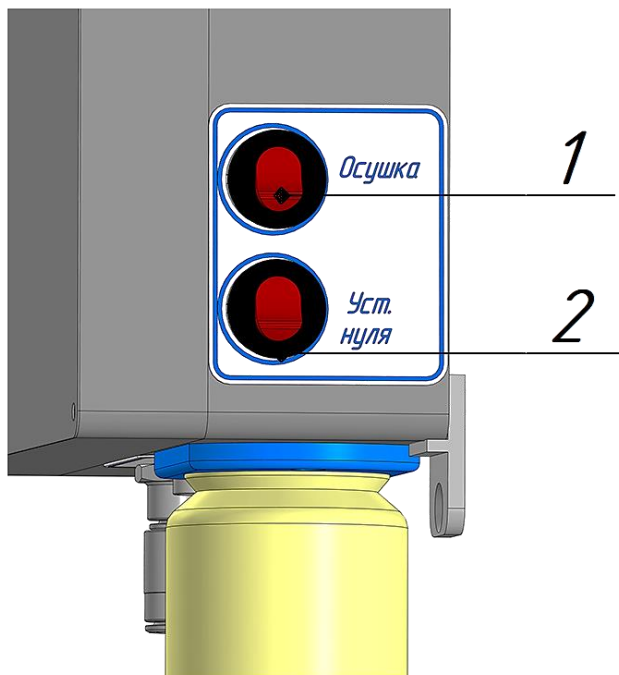

Рисунок 9 – Панель выключателей модуля «УНО»
- включить модуль «УНО»: перевести выключатель, расположенный сбоку корпуса модуля (поз. 1, Рисунок 9) в положение «Включено»;
Для проведения процедуры «установки нуля» шкалы газоанализаторов в ручном режиме необходимо включить модуль «УНО» в режиме «установка нуля» – перевести выключатель поз. 2, Рисунок 9 в положение «Включено». В процессе процедуры «установки нуля» шкалы газоанализаторов принудительно запускается микронасос (компрессор) и в емкости увлажнителя должно наблюдаться активное барботирование.
ПО ЗАВЕРШЕНИИ ПРОЦЕДУР «УСТАНОВКИ НУЛЯ» НА ГАЗОАНАЛИЗАТОРАХ РЕЖИМ ПОДГОТОВКИ ПРОБЫ ВОЗДУХА ДЛЯ «УСТАНОВКИ НУЛЯ» МОДУЛЯ «УНО» ДОЛЖЕН БЫТЬ ОТКЛЮЧЕН (поз. 2, Рисунок 9).